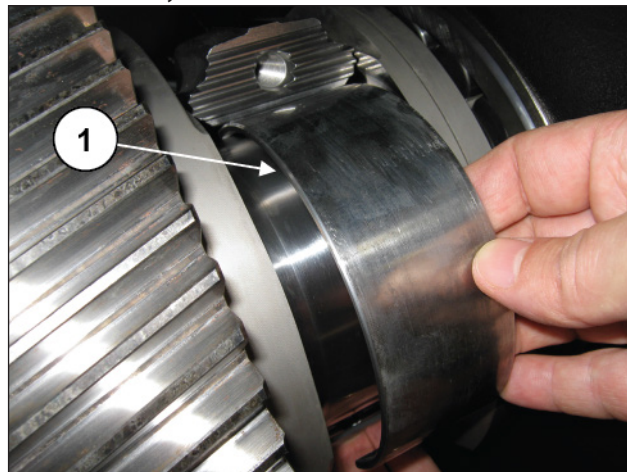

Рис. 32
Продвиньте три половинки шатунов как можно дальше в направлении торца. Выньте три верхних половины вкладышей подшипников из половинок шатунов (поз. ①, Рис. 32).